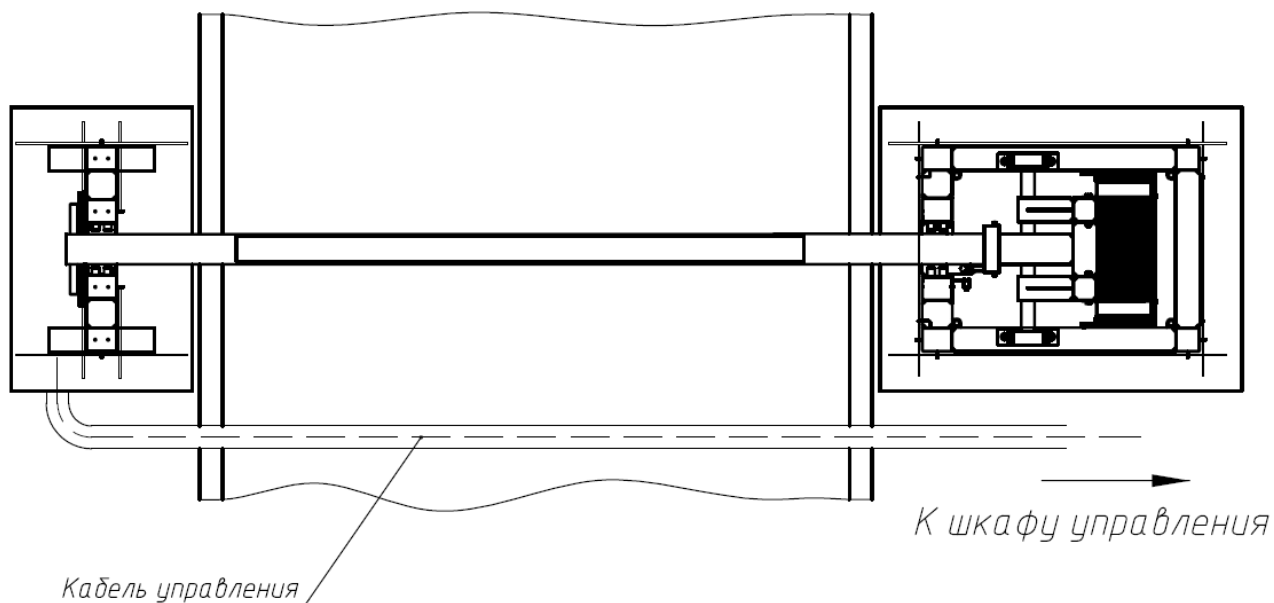

Рисунок 12
1.1.13 Разрушить дорожное полотно в зоне укладки электрических кабелей от стойки к шкафу управления. Проложить электрические кабели от стойки к шкафу управления и подключить их в соответствии с электросхемой и дополнительной маркировкой. Электрические кабели укладывать в ПНД трубу диаметром не менее 50мм (рис.12).